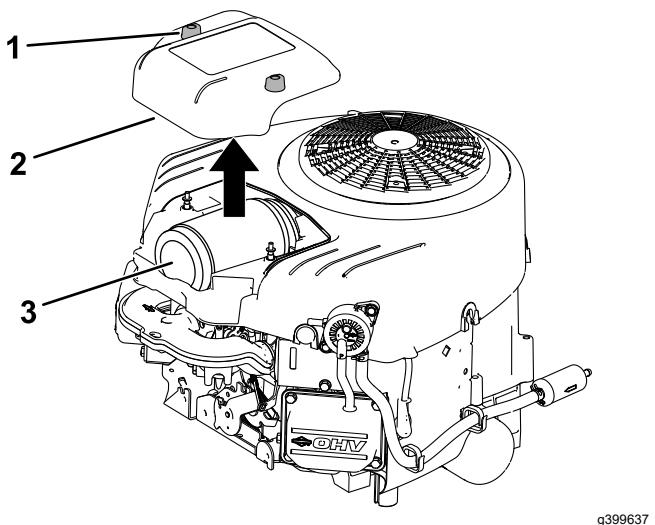

Figura 37
3. Montate la copertura e serrate i dispositivi di fermo (Figura 37).